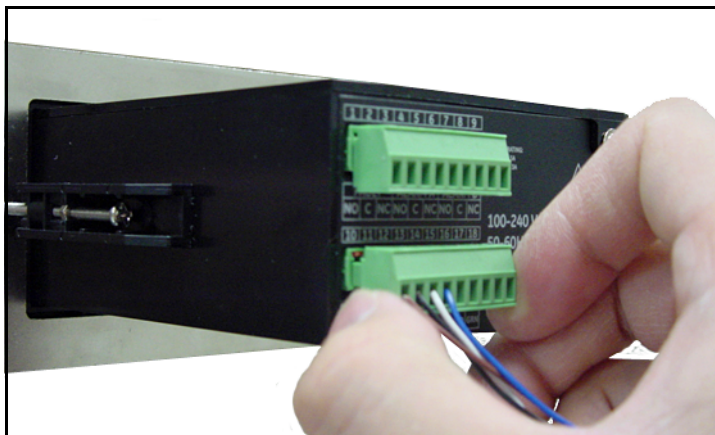

Figure 30: Réinsertion du connecteur dans le bornier
4. Réintroduisez le connecteur dans le bornier inférieur en face arrière du **dew.IQ** (voir Figure 30 ci-dessous).